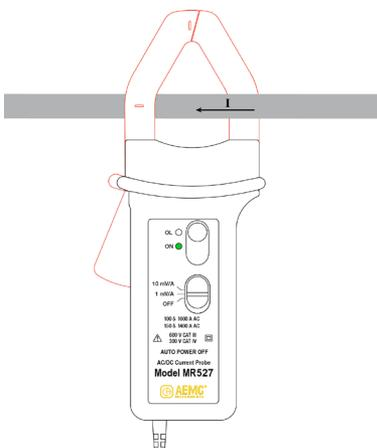

Figura 4 (Modelo MR527)
2. Ajuste la pinza alrededor del conductor que se medirá. Utilice las marcas de centrado en la pinza para referencia. Si la medición se utilizará para cálculos de energía, asegúrese de que la flecha en la pinza (ver Figura 4) apunte en dirección del flujo de la corriente: fuente \Rightarrow carga.